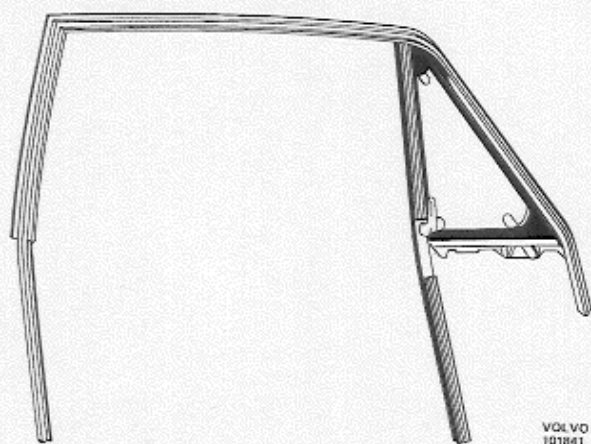

Abb. 23 Türbogen (-73)
3. Nachdem die Gummianschlagleiste für das Drehfenster aus Nut im Türbogen gelöst worden ist, läßt sich das Drehfenster einschl. Gummileiste herausnehmen, siehe Abb. 23.